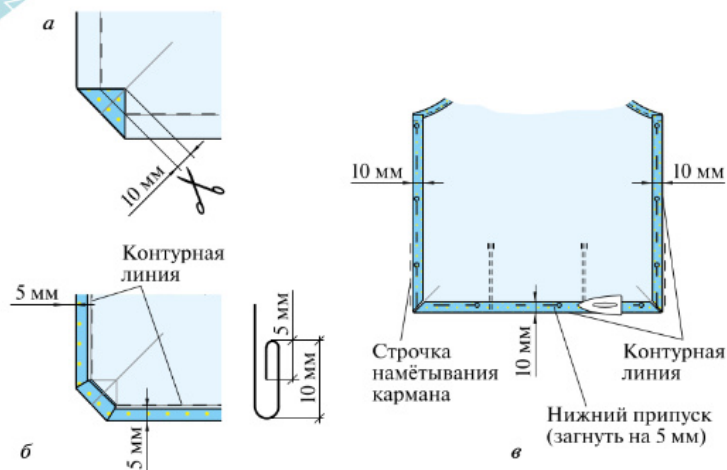

Рис. 6.42. Обработка нижнего и боковых срезов нижней части фартука
1. *Заутюжьте* углы фартука на изнаночную сторону (рис. 6.42, а). Концы каждого угла подрежьте на 10 мм для
2. На нижней части фартука загните нижний припуск и боковые припуски на изнаночную сторону на 5 мм, *затюжьте* (рис. 6.42, б). Загните нижний и боковые припуски второй раз на 10 мм (т. е. точно по контурной линии), *затюжьте*, а затем заколите булавками. В углах припуски должны быть уложены как на рисунке 6.42, в. Углы в нижней части фартука уложите так, чтобы припуски (нижний и боковой) не находили друг на друга. Удалите строчку намётывания кармана.